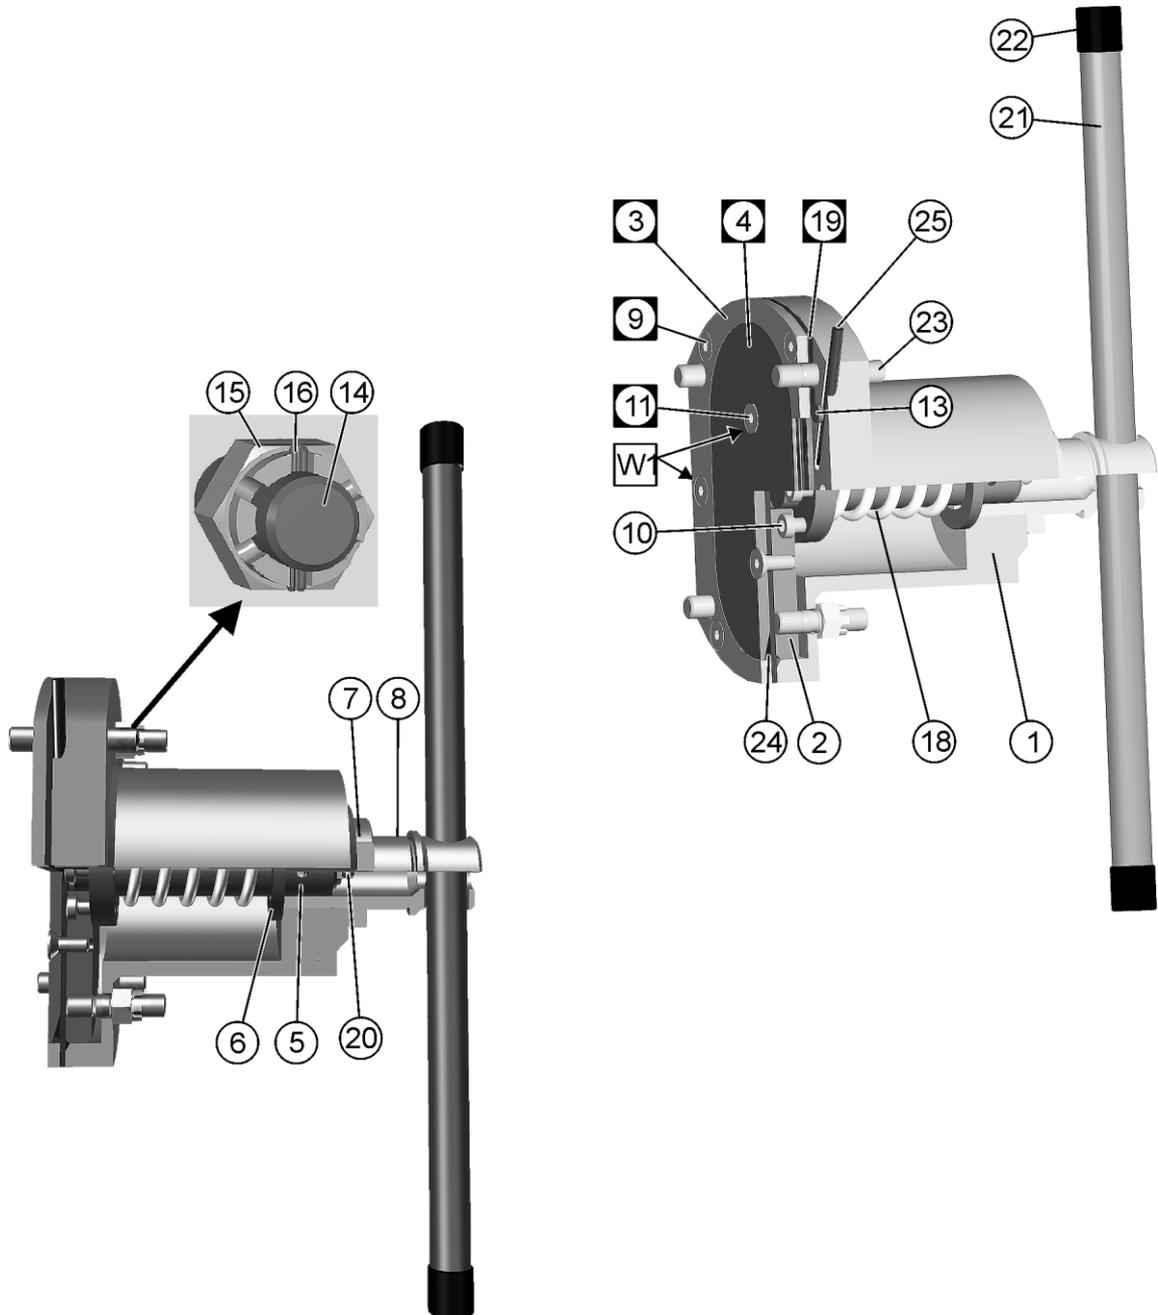

Figure 7
- Remplacez les goujons (pos. 53 de la liste des pièces détachées standard) par des goujons M12x45 (pos. 23, fig. 7).